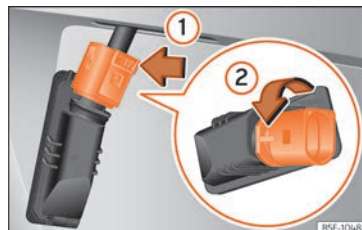

Fig. 119 Luz de matrícula: desmontar el portalámparas.
3. En el bloqueo del conector presione » fig. 119 en la dirección de la flecha ① y tire del conector.
4. Gire el portalámparas en la dirección de la flecha ② y sáquelo con la lámpara.
6. Introduzca el portalámparas en la luz de matrícula y gire en dirección opuesta a la flecha ② hasta el tope.